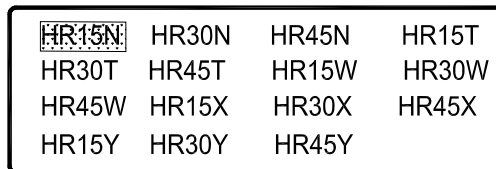

图1
洛氏硬度测量实际测量的是位移量，将在规定的试验条件下所测得的位移量换算为硬度单位。具体按以下步骤进行，见附图 1。
附图 1
2.4 开始修正。在初始菜单状态下，依次、连续按“ENTER”、“ENTER”、“ ”、“ENTER”键，此时出现图1画面，表示进入修正状态。
- 2.9 按“ MENU ”,画面返回到图 1 ,可以选择进行其他标尺的修正。